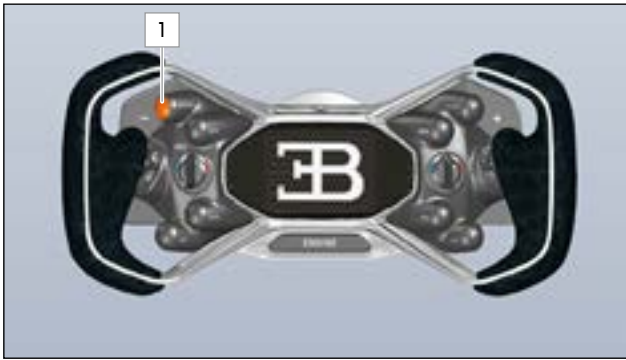

ABB.94 TASTE RADIO AM LENKRAD
- Um mit der Boxen-Crew zu kommunizieren, halten Sie Taste 1 (» Abb.94) gedrückt.